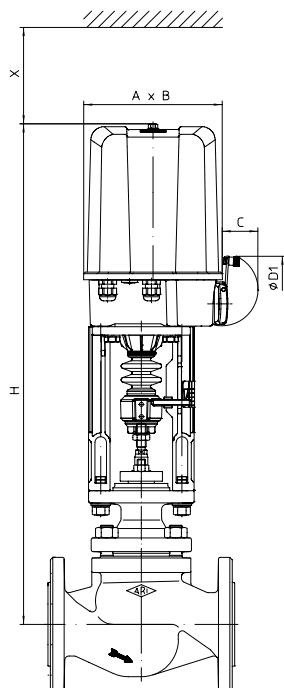

Fig. 470
I. Fig. 470: Uszczelnienie EPDM
II. Fig. 470: Uszczelnienie z PTFE / czystego graf.
- I. Fig. 470: Uszczelnienie EPDM